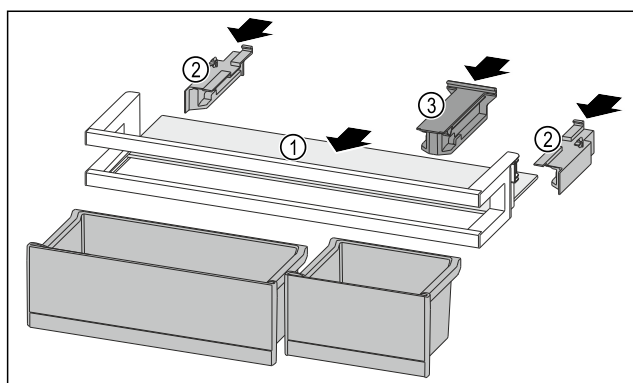

Fig. 245
- Insérer la tablette de rangement Fig. 245 (1) dans les évidements latéraux.
- Installer les parties latérales Fig. 245 (2).
- Installer la pièce de retenue Fig. 245 (3).